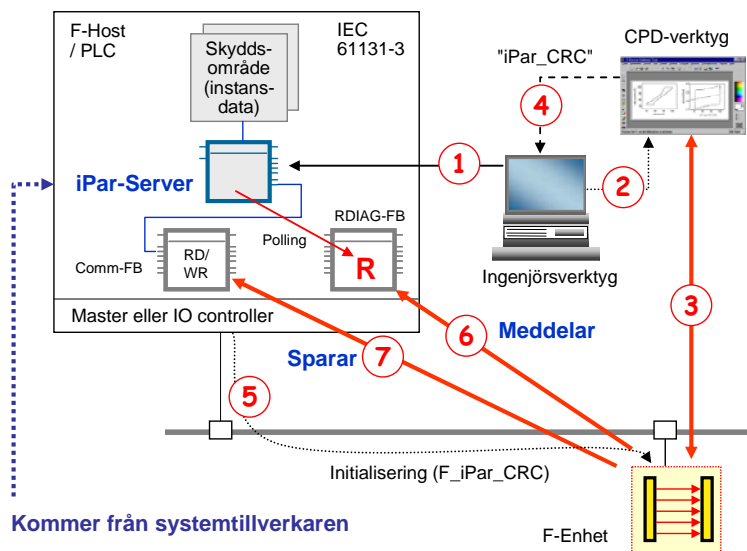

Bild 11 Konceptet med en iPar-Server
Bild 11 visar de principiella stegen för en iPar-Server mekanism med hjälp av ett exempel. Tillsammans med nätverkskommunikationen och F-parametereringen av en F-Enhet visas ett exempel på en iPar-Server funktion (1). F-Enhet kan byta till datautbytesmod när den befinner sig i ett säkert läge (FV). Ett tillhörande CPD-verktyg kan startas via ett lämpligt interface (2) som till exempel TCI (Tool Calling Interface) eller FDT (Field Device Tool) från konfigureringsverktyget med hjälp av minst den konfigurerade enhetens nodadress. Parametrering, drifttagning, test mm. kan utföras med CPD-verktyget (3). När CDP är klar beräknas iPar_CRC signaturen och visas i hexadecimal form och kan överföras till konfigureringsverktyget där det införs i inmatningsfältet för "F_iPar_CRC" (4). Det krävs en omstart av F-Enheten för att "F_iPar_CRC" parametern skall överföras till F-Enheten (5). Efter slutlig verifikation och frisläppning är F-Enheten redo att starta ett uppladdningsmeddelande (6) till sin iPar-Server. Den använder för detta sin standard diagnos mekanism. iPar-Server pollar diagnosinformationen (t.ex. RDIAG FB) för att tolka begäran (R) och öppna uppladd-